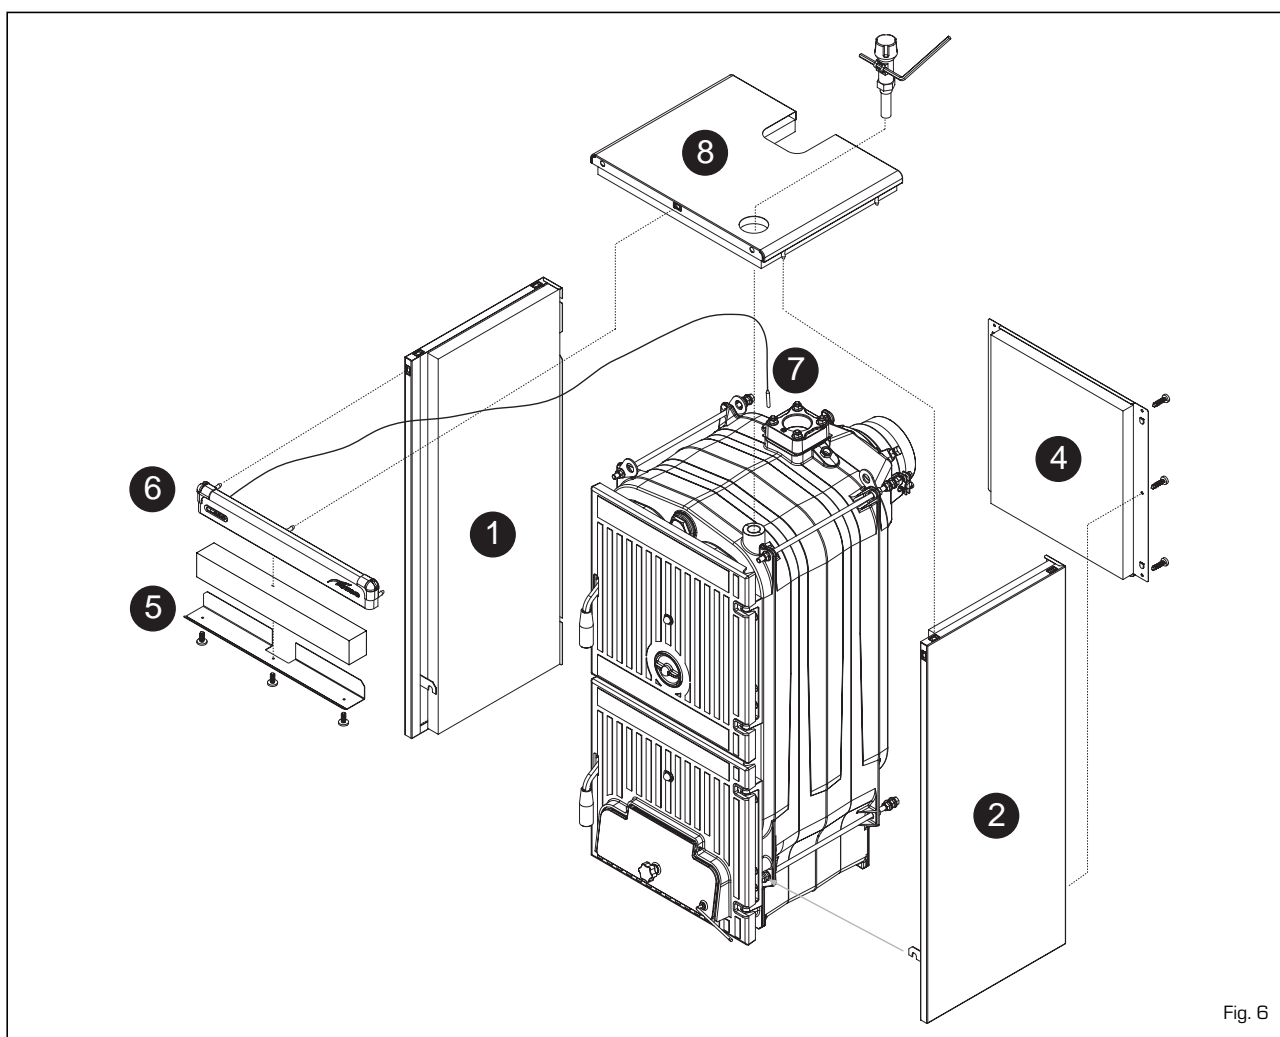

Fig. 6
- Fixati pârghia M6 (3) pe clapeta de aer si asezati-o în pozitie orizontala spre dreapta. Pe extremitatea pârghiei se afla un orificiu în care trebuie introdus lantul regulatorului termostatic.
4.5 MONTAREA MANTALEI (fig. 6)